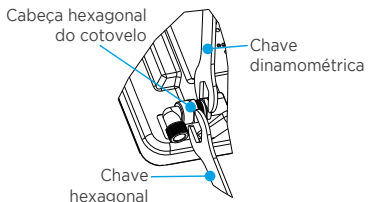

Fig. 4
- A aplicação do torque final de aperto deve ser realizado com uma chave dinamométrica e uma chave hexagonal (Fig. 4).